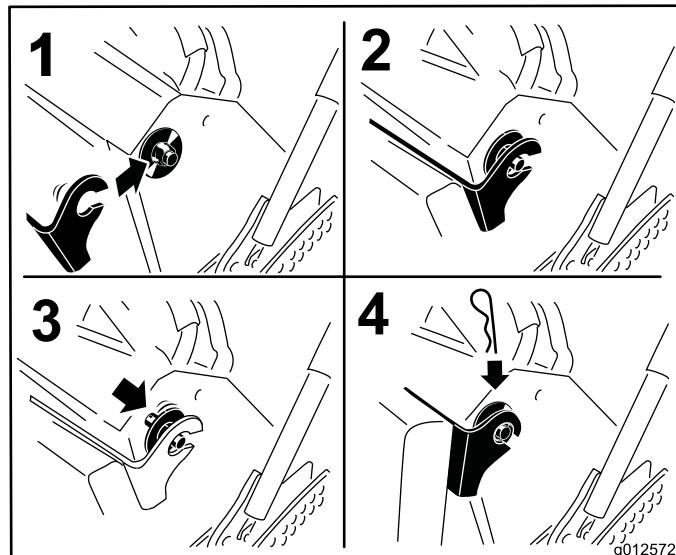

図 36
6. クッションを機体両側のピンに取り付ける(図 36)。
7. プラスチック製ブッシュのついた大きなワッシャをクッションのブラケットに入れ、ヘアピンコッターピンで固定する(図 36)。